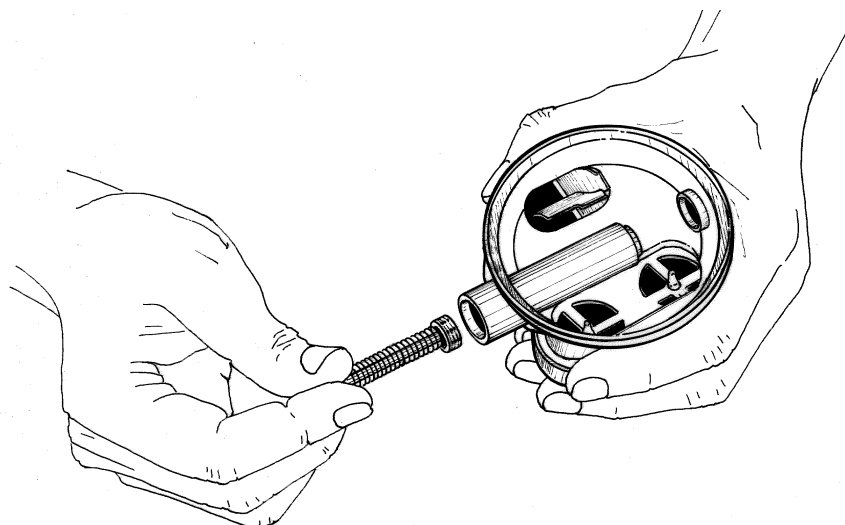

FIG. 4
5. Instale el muelle (16) en el cuerpo de la válvula (17).
6. Instale el tornillo de regulación (11) en el extremo cuadrado del cuerpo de la válvula de la 2° Etapa e introduzca todo el grupo en el interior de la caja de la 2° Etapa. (Fig. 4)